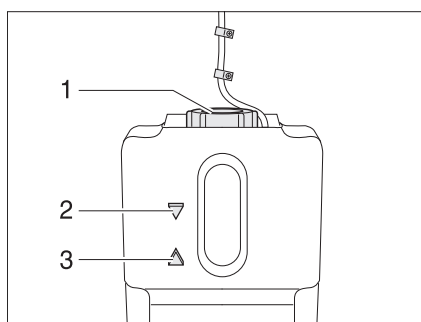

Fig. 251 Vase d'expansion pour le chauffage à eau chaude
- Contrôler si le liquide se trouve entre les marques "MIN" (Fig. 251,3) et "MAX" (Fig. 251,2) sur le vase d'expansion (Fig. 251).
- Ouvrir le bouchon du vase d'expansion (Fig. 251,1).